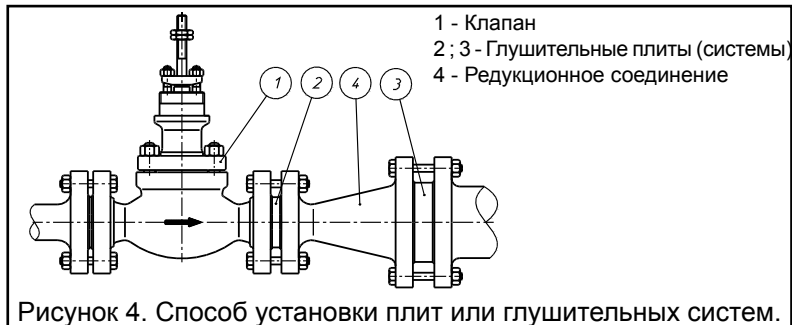

Рисунок 4. Способ установки плит или глушительных систем.
- редукционное соединение (диффузоры) - (рис. 4).